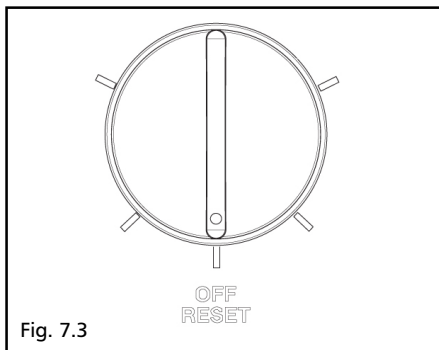

Fig. 7.3
Portare il selettore di funzione sul simbolo OFF-RESET, quindi riposizionare lo stesso sulla posizione desiderata (fig. 7.3). A questo punto il led ritorna di colore verde.
- portare il selettore di funzione su OFF-RESET (fig. 7.3)